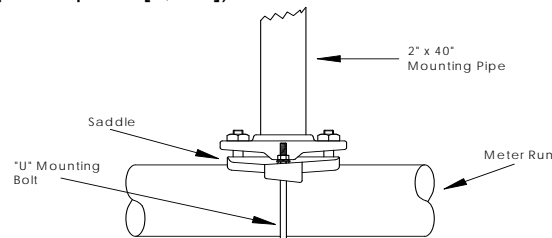

Figure 1 (installation de la selle de raccordement)
4. Installez le soutien pour l'unité μ FLO (la selle de raccordement, l'installation directe, les canalisations enterrées). Fixez les boulons en U aux canalisations de 2 pouces (5,1 cm) à l'aide de silicone à pulvériser ou de ruban Teflon afin d'éviter les éraillures. (Voir figures 1 et 2.)